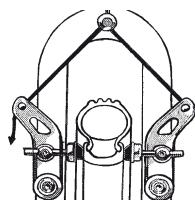

Fig. 1
- Las superficies de frenado deben estar limpias y libres de grasa y las pastillas de freno deben estar situadas en paralelo (ver fig.1).